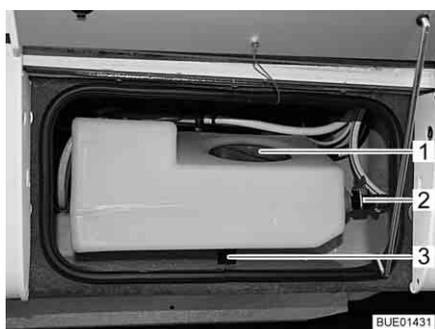
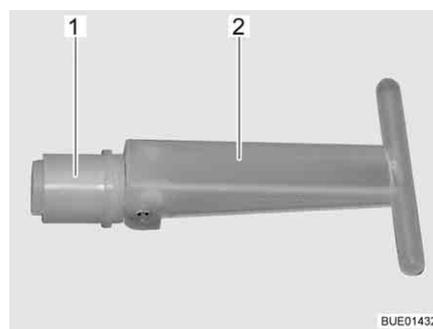

Fig. 197 Serbatoio dell'acqua aggiuntivo
Fig. 198 Tappo di chiusura
Quando la valvola di svuotamento (Fig. 197,2) è aperta, la capienza del serbatoio dell'acqua aggiuntivo è limitata a circa 30 l; l'acqua in eccesso defluisce. Quando la valvola di svuotamento è chiusa, è disponibile l'intero volume del serbatoio.
Quando si toglie il tappo di chiusura (Fig. 198,1) all'interno del serbatoio dell'acqua aggiuntivo, l'acqua defluisce attraverso lo scarico (Fig. 197,3). Il tappo di chiusura si raggiunge attraverso l'apertura di servizio (Fig. 197,1).
- Assicurarsi che il tappo di chiusura (Fig. 198,1) del serbatoio dell'acqua aggiuntivo sia chiuso (impugnatura (Fig. 198,2) girata).
- Assicurarsi che la valvola di svuotamento (Fig. 197,2) sia chiusa.
- Aprire l'apertura di servizio (Fig. 197,1) del serbatoio dell'acqua aggiuntivo.
- Attraverso l'apertura di servizio, portare in posizione verticale l'impugnatura (Fig. 198,2) del tappo di chiusura (Fig. 198,1) e sfilare il tappo
- Aprire la valvola di svuotamento (Fig. 197,2) sul serbatoio dell'acqua aggiuntivo.